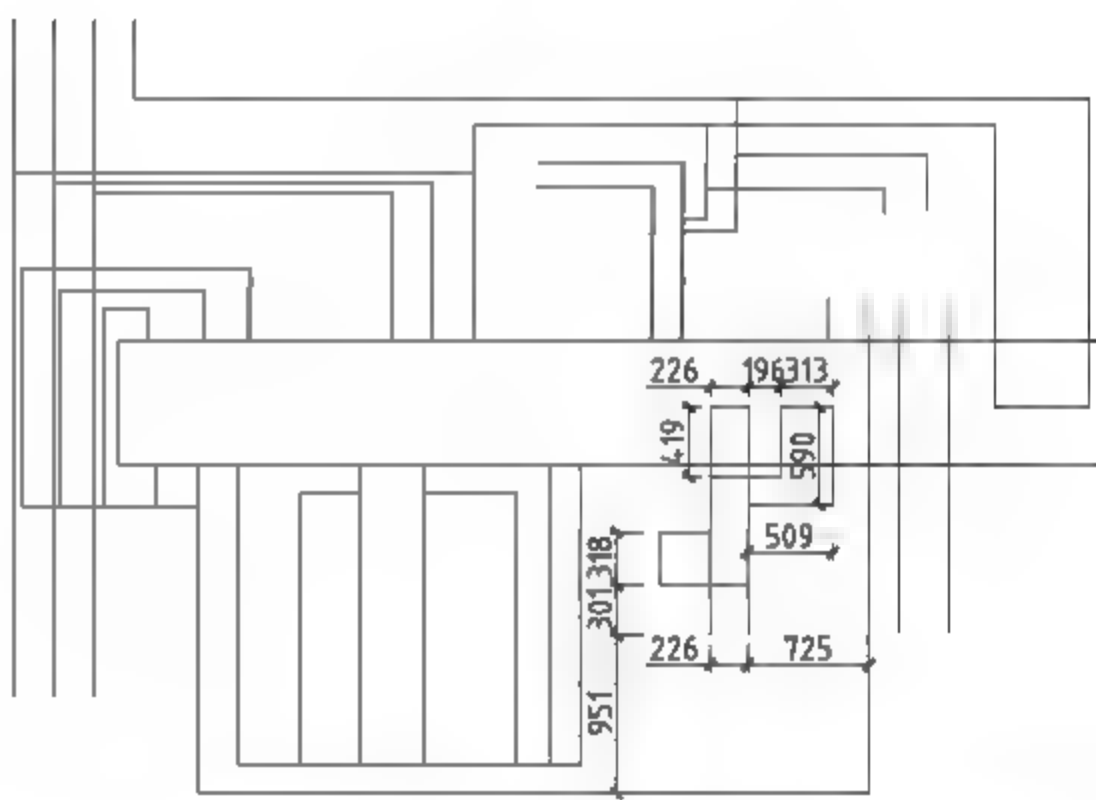

图10-13 线路结构图的绘制结果
- 10** 调用O【偏移】命令、TR【修剪】命令，偏移并修剪线段，完成线路结构图的绘制，结果如图10-13所示。